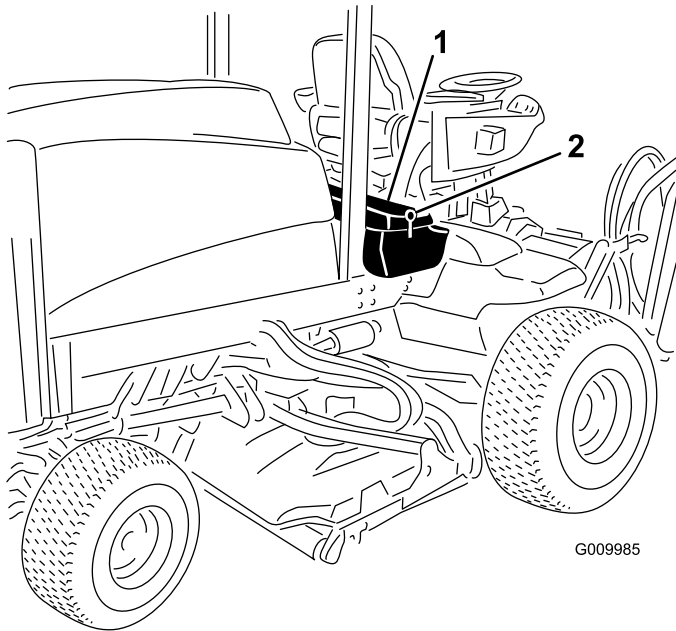

Figure 92
1. Déverrouillez et soulevez le panneau de la console (Figure 92).